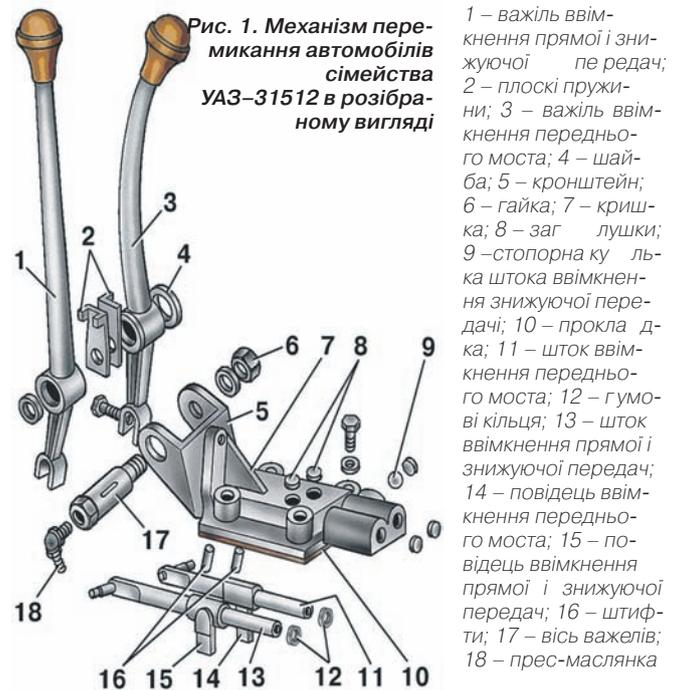

Рис. 1. Механізм перемикання автомобілів сімейства УАЗ-31512 в розібраному вигляді
### Механізм перемикання (у розібраному вигляді) показаний на рис. 1.
- 7.\* Встановіть на кришку штампований кронштейн 5 (див.рис. 1) важелів і закріпіть його трьома болтами з пружинними шайбами.